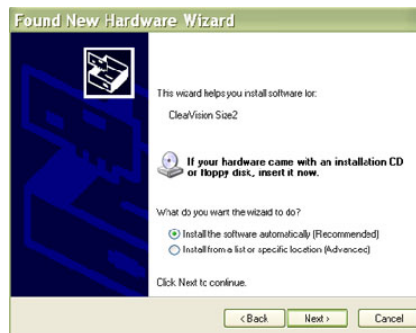

Figure 13 : Assistant Ajout de nouveau matériel détecté sur Windows XP (second écran)
- Sur l'écran suivant, sélectionnez « Installer automatiquement le logiciel » et continuez en cliquant sur la touche « Suivant » (Figure 13). Suivez les instructions et les invites de l'assistant pour terminer l'installation du pilote.